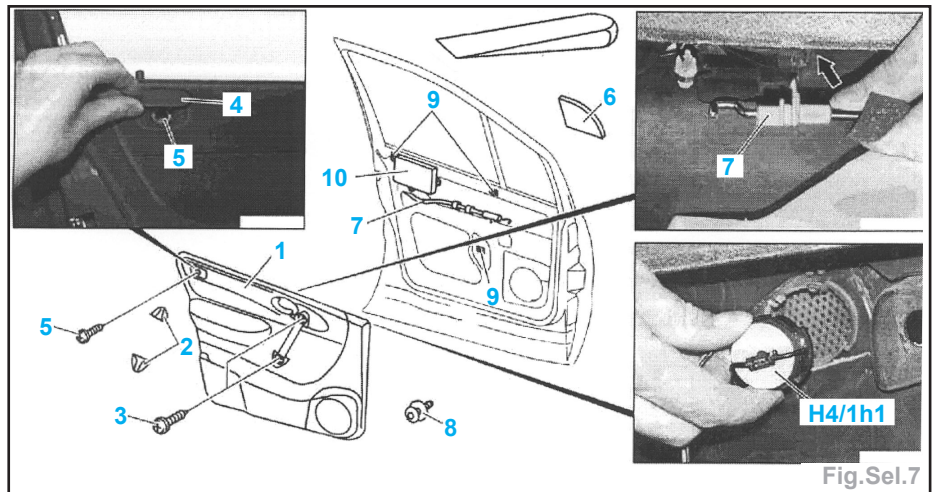
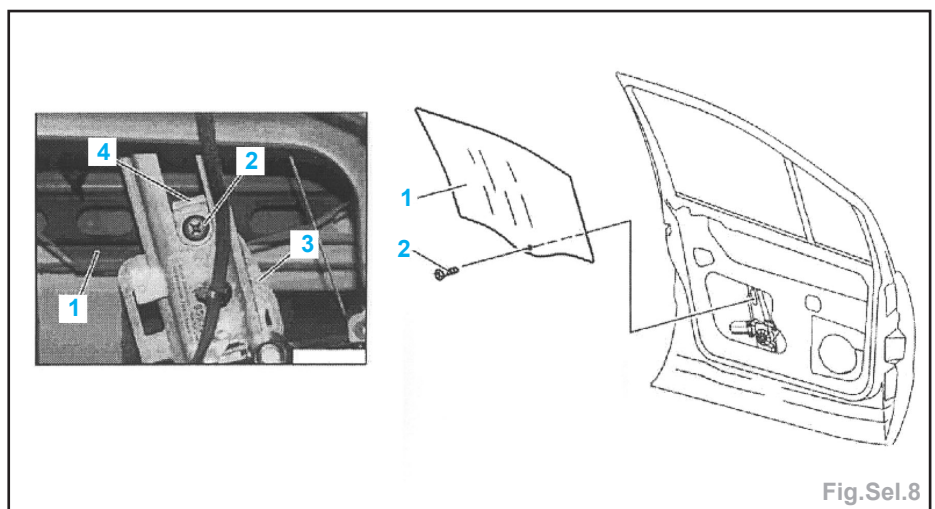

Fig.Sel.7
Fig.Sel.8
- le recouvrement (6) (Fig.Sel.7),
- le câble (7) et le décrocher de la commande Int.,
- Déposer (Fig.Sel.8) :